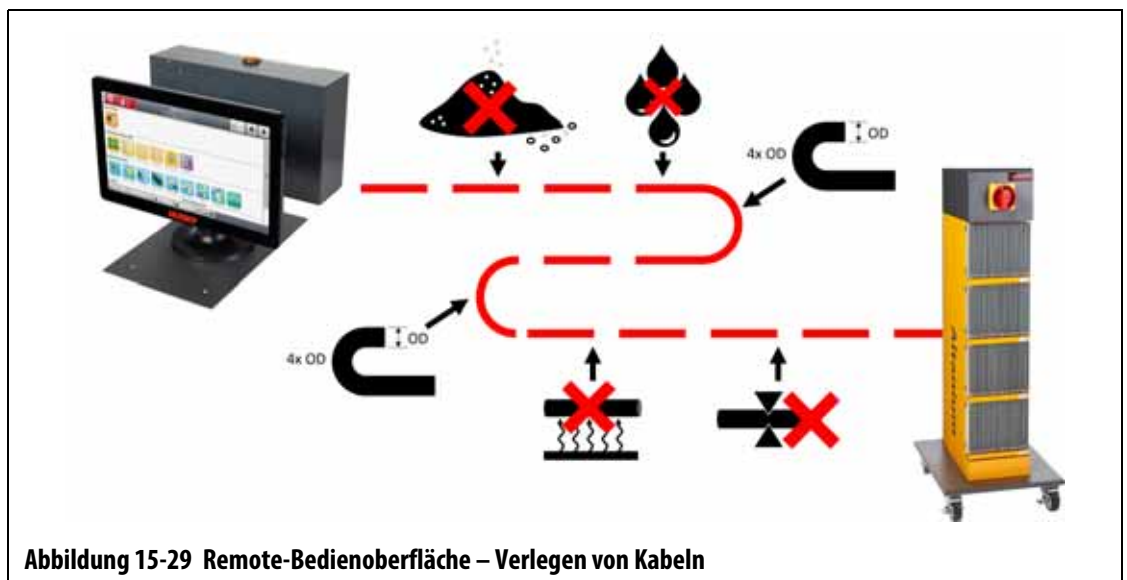

Abbildung 15-29 Remote-Bedienoberfläche – Verlegen von Kabeln
- Verlegen Sie die 7,6-m-Kommunikations- und Stromkabel vom Reglergehäuse bis zum Aufstellort der Bedienoberfläche. Siehe Abbildung 15-29.